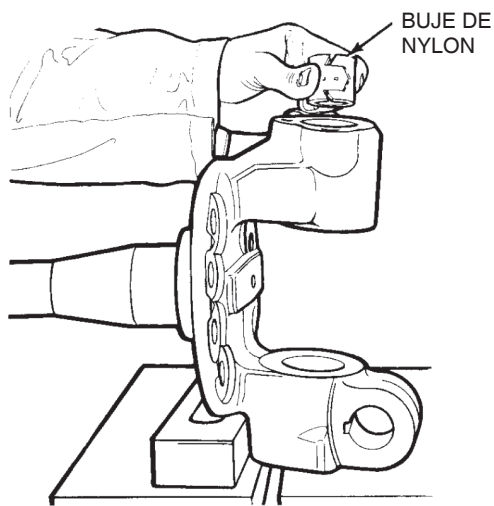

Figura 49
a. Retire los bujes superior e inferior de la punta de eje. Figura 49.